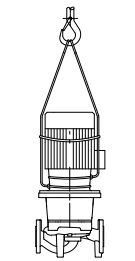

Fig. 29 : Transport de la pompe
- Les œillets de transport servent ici de guidage lors de la suspension de la charge (fig. 29).